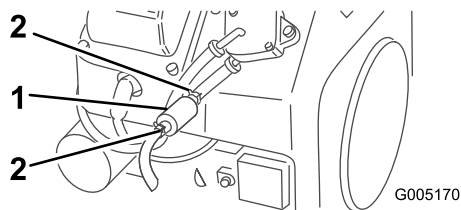

Figura 29
5. Premete le estremità delle fascette stringitubo ed allontanatele dal filtro (Figura 29).
6. Collocate una bacinella di spurgo sotto i tubi del carburante per raccogliere eventuali perdite, quindi rimuovete il filtro dai tubi del carburante (Figura 29).